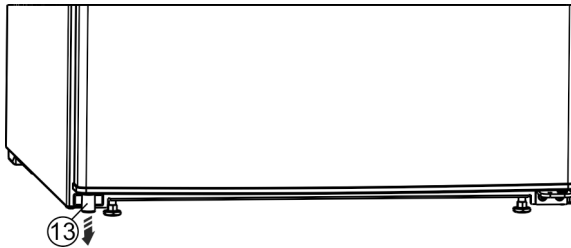

Fig. 14 *
- ▶ Ta ut distansdelen Fig. 14 (13) nere till vänster på dörren.*